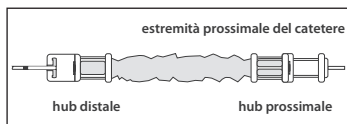

Figura 3
- ⊠ Inserire la punta del catetere prescelto attraverso l'estremità prossimale del sistema di protezione anti-contaminazione per catetere. Far avanzare il catetere nella cannula e nell'hub sull'altra estremità (vedere Figura 3).